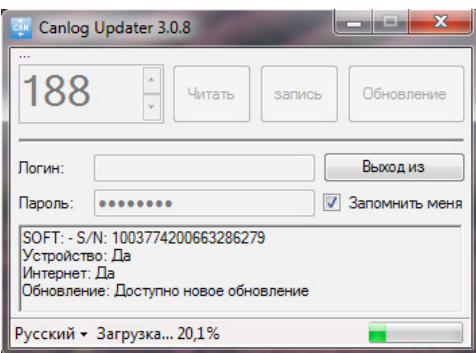

Рис.10. Обновление прошивки контроллера P145_20.
6. Нажать кнопку «Обновление». Начнется процесс загрузки списка поддерживаемых ТС (Рис.10).